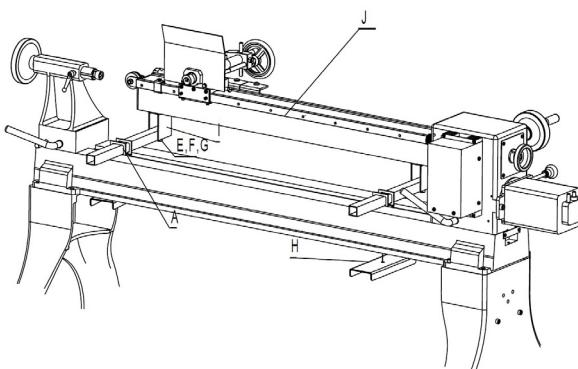

Abb. 3: Anbau an der Drechselbank
Schritt 1: Die 2 Betauflagen (I, Abb. 3) mit den Schrauben, Muttern, Scheiben (E, F, G), den Klemmen (A) und den Bettuntergriffplatten (H) locker montieren.